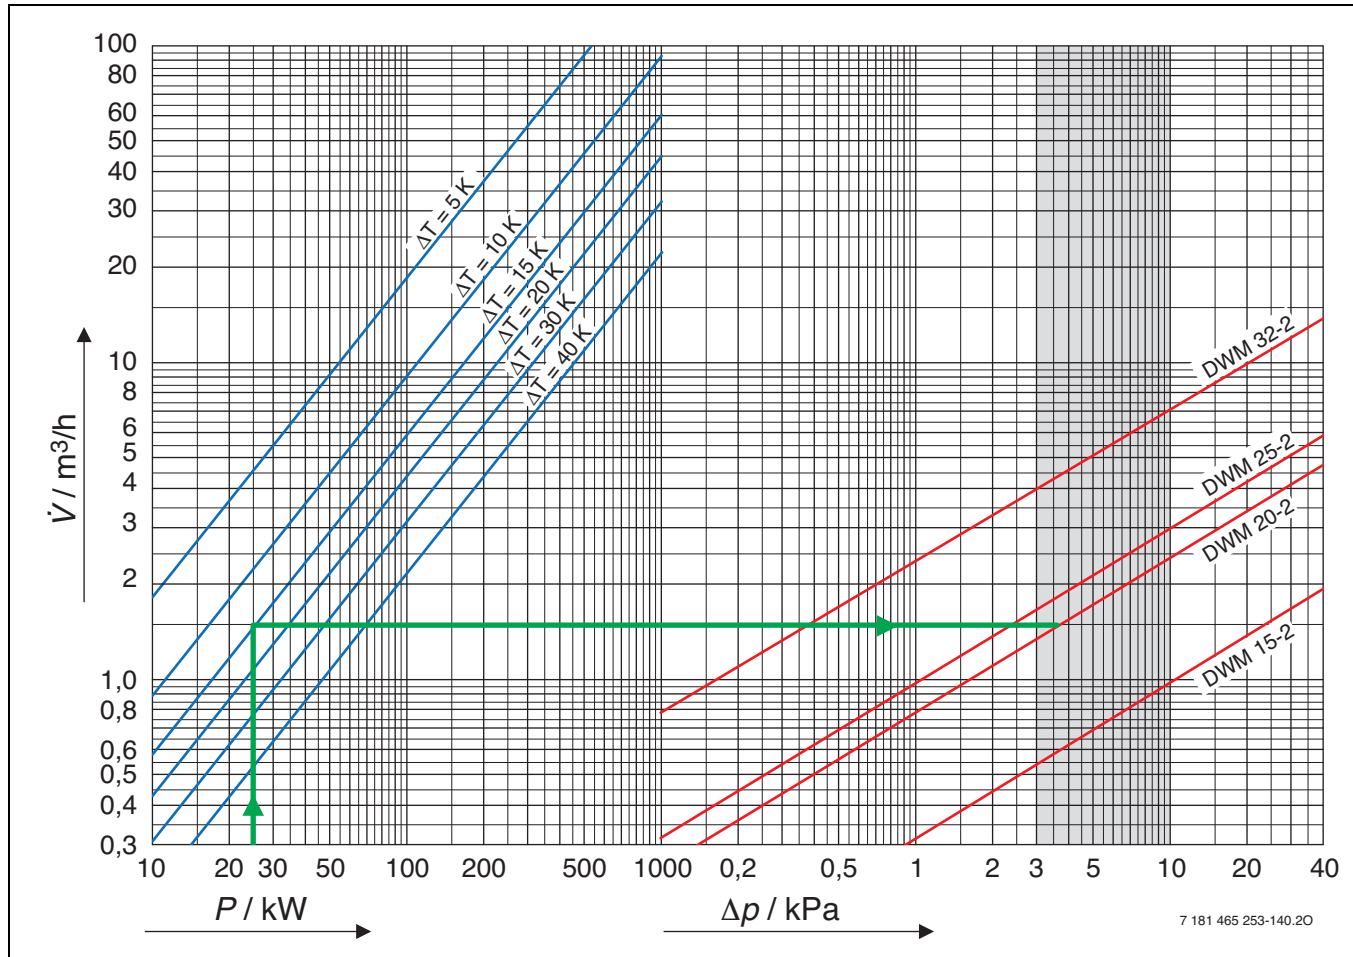

Bild 106 Auslegungsdiagramm für 3-Wege-Mischer
Um eine gute Reglercharakteristik zu erreichen, muss der Druckabfall im Mischer gleich sein dem Druckabfall des sogenannten „mengenvariablen“ Teils des Rohrnetzes, also ebenfalls ca. 3,0 ... 10,0 kPa. Dieser Zusammenhang liegt dem Dimensionierungsdiagramm (Bild 106) zugrunde.
- In der linken Hälfte von Bild 106 den Schnittpunkt von der Leistungslinie und der Temperaturdifferenzlinie suchen.
- In der linken Hälfte von Bild 106 den Schnittpunkt von der Leistungslinie und der Temperaturdifferenzlinie suchen. Dieser Schnittpunkt liegt bei dem Durchfluss von ca. 1,5 m^3/h .